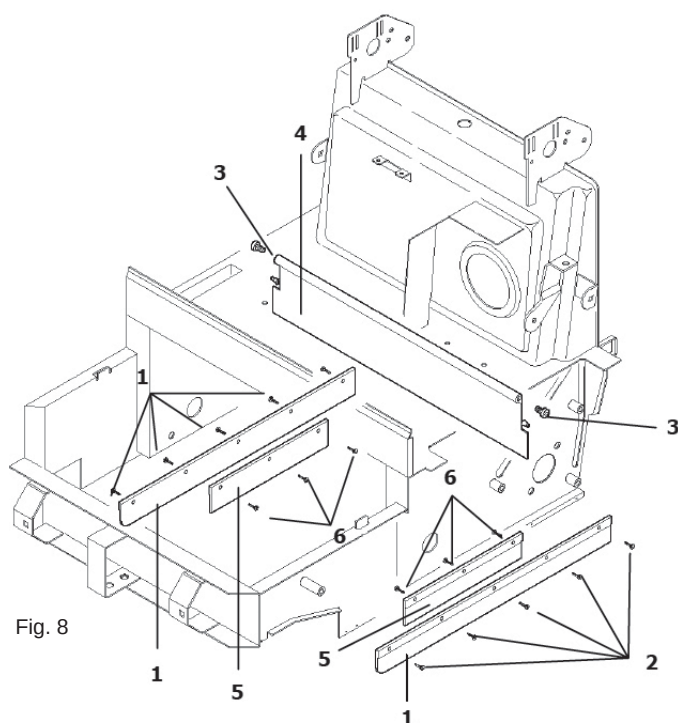

Fig. 8
Para sustituir los flaps laterales (pos. 1 Fig. 8), retire las ruedas traseras. Desenrosque los tornillos que fijan los flaps al chasis (pos. 2 Fig. 8) y sustitúyalos por flaps nuevos.
Para sustituir los flaps laterales internos (pos. 5 Fig. 8) levante la parte delantera de la máquina y desenrosque los tornillos (pos. 6 Fig. 8) que fijan los flaps al chasis. Sustitúyalos por flaps nuevos.
- Desenrosque los dos pernos que fijan el flap (pos. 3 Fig. 8) situados en los costados del chasis.
- Sujete y tire del flap (pos. 4 Fig. 8) hacia el exterior de la máquina.